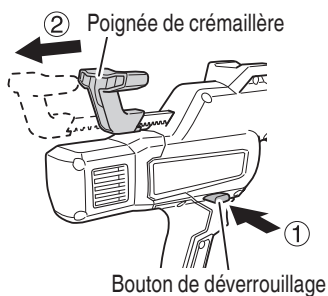

Fig. 19
- (3) Tout en appuyant sur le bouton de déverrouillage du corps principal pour libérer le verrou, tirez la poignée de crémaillère vers l'arrière pour rapprocher le piston du côté du corps principal. (Fig. 19)
- (1) Appuyez sur le bouton de déverrouillage du corps principal pour libérer le verrou, puis tirez la poignée de crémaillère vers l'arrière pour rapprocher le piston du côté du corps principal. (Fig. 19)